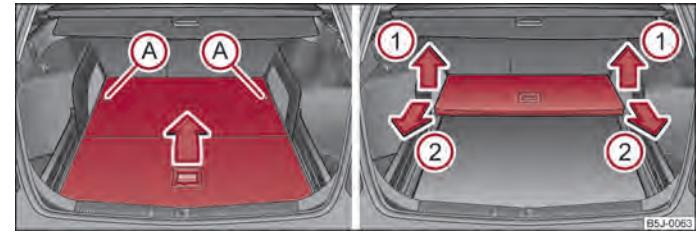

Abb. 50 Gepäckraum: Variablen Ladeboden zusammenklappen / herausnehmen
- Durch Drehen der Sicherungsbolzen (A) um ca. 180° nach links entriegeln Sie den variablen Ladeboden ⇒ Abb. 50.
- Heben Sie den variablen Ladeboden in Pfeilrichtung ① an ⇒ Abb. 50 und nehmen Sie ihn durch Ziehen in Pfeilrichtung ② heraus ⇒ Abb. 50.